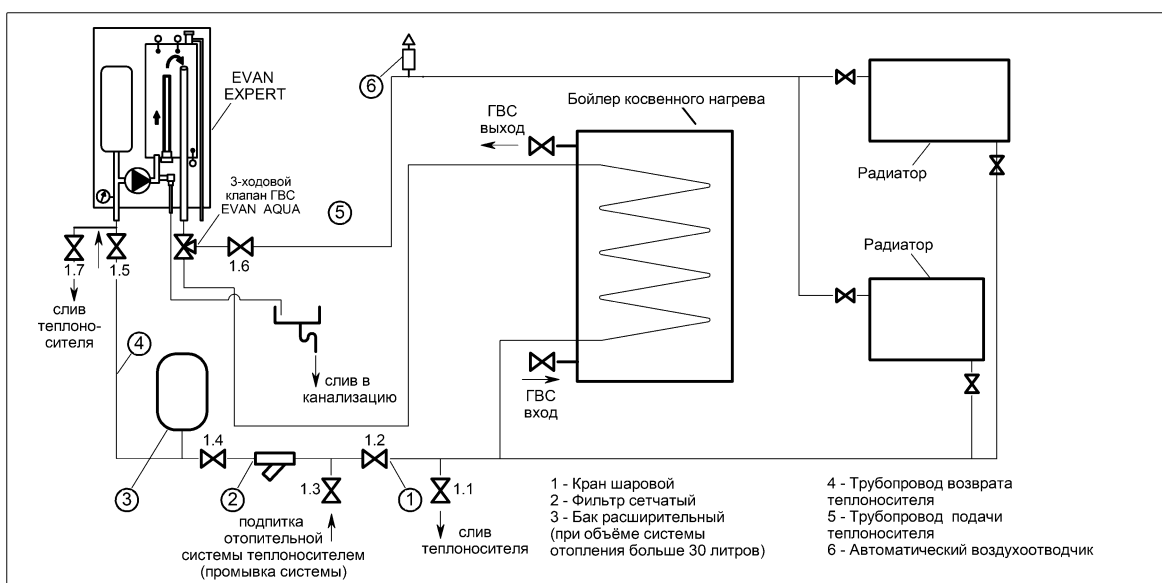

Рисунок 4. Типовая гидравлическая схема системы отопления
**4.2.2** Рекомендуемая типовая гидравлическая схема приведена на рис. 4. В системе отопления должны быть обязательно установлены:
5.3.1 Описание действий выполнено по типовой гидравлической схеме (рис.4).